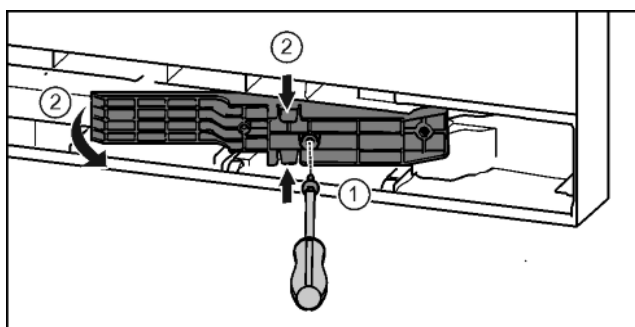

Fig. 22*
- ▶ Desfaceți șuruburile cu șurubelnița T15.* Fig. 22 (1)
- ▶ Scoateți adaptorul.* Fig. 22 (2)